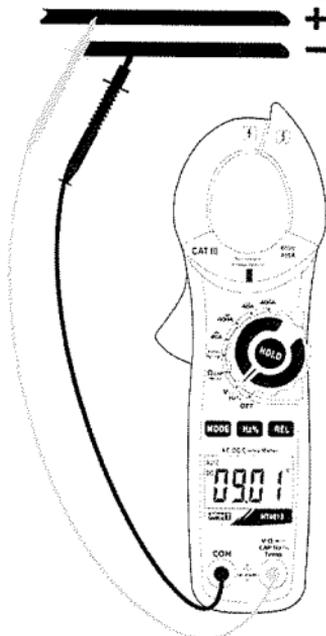

Fig. 2 : Utilisation de la pince pour mesure de tension DC
2. Insérer le câble rouge dans l'entrée du jack $V\Omega Hz\%$ et le câble noir dans la borne d'entrée COM (Fig. 2).